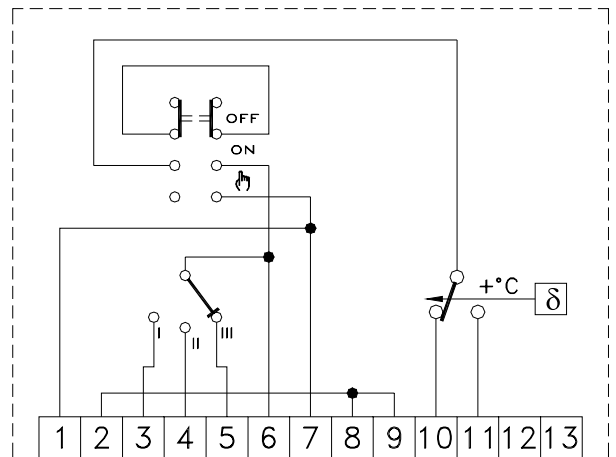

Рис. 6 Электрическая схема
5. Выполните электроподключение, пропустив провода через квадратное отверстие, по схеме на Рис. 6.